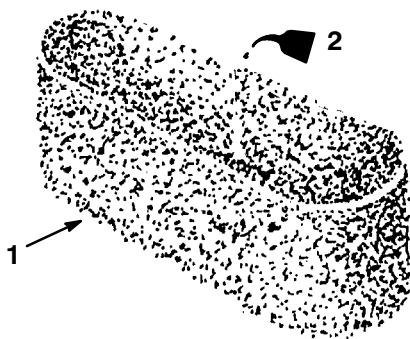

Figure 25
- C. Imbibez l'élément de 30 à 60 ml d'huile (Fig. 25). Pressez l'élément pour bien répartir l'huile.